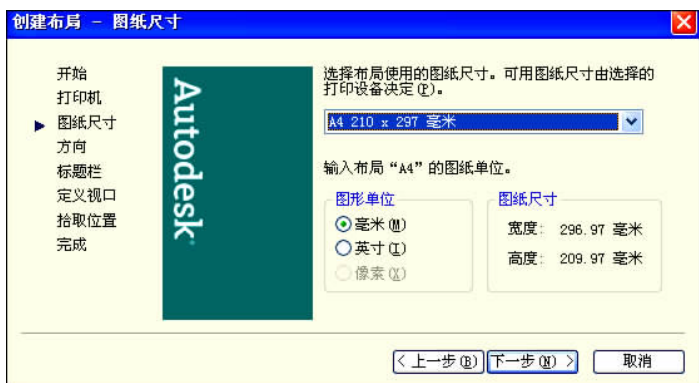

图 13.12 选择图纸尺寸窗口
(3) 选择好打印机后,单击 **下一步(N) >** 按钮,进入“图纸尺寸”窗口,确定图纸尺寸,如图 13.12 所示。